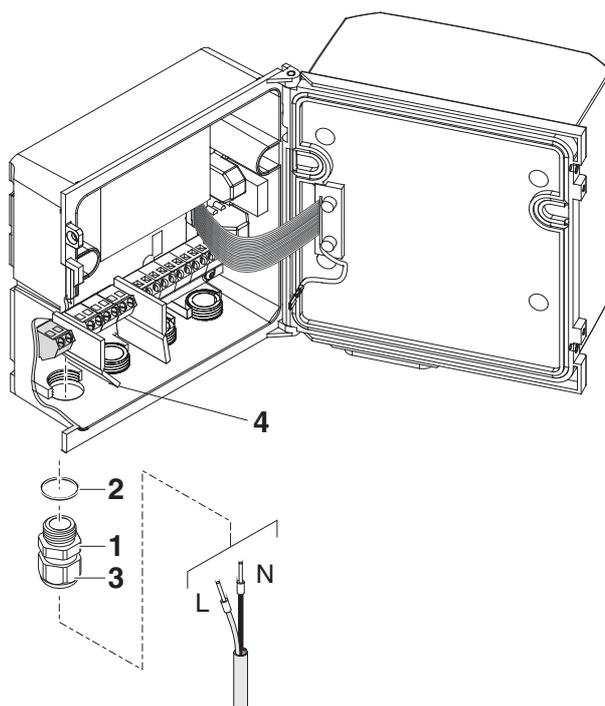

Bild 3-26 Netzzuleitung einführen.
- 6 Eine Kabelverschraubung (Pos. 1 in Bild 3-26) mit Dichtring (Pos. 2) in das Gehäuse unterhalb des Netzanschlusses einschrauben.
- 10 Die Überwurfmutter (Pos. 3 in Bild 3-26) festziehen.